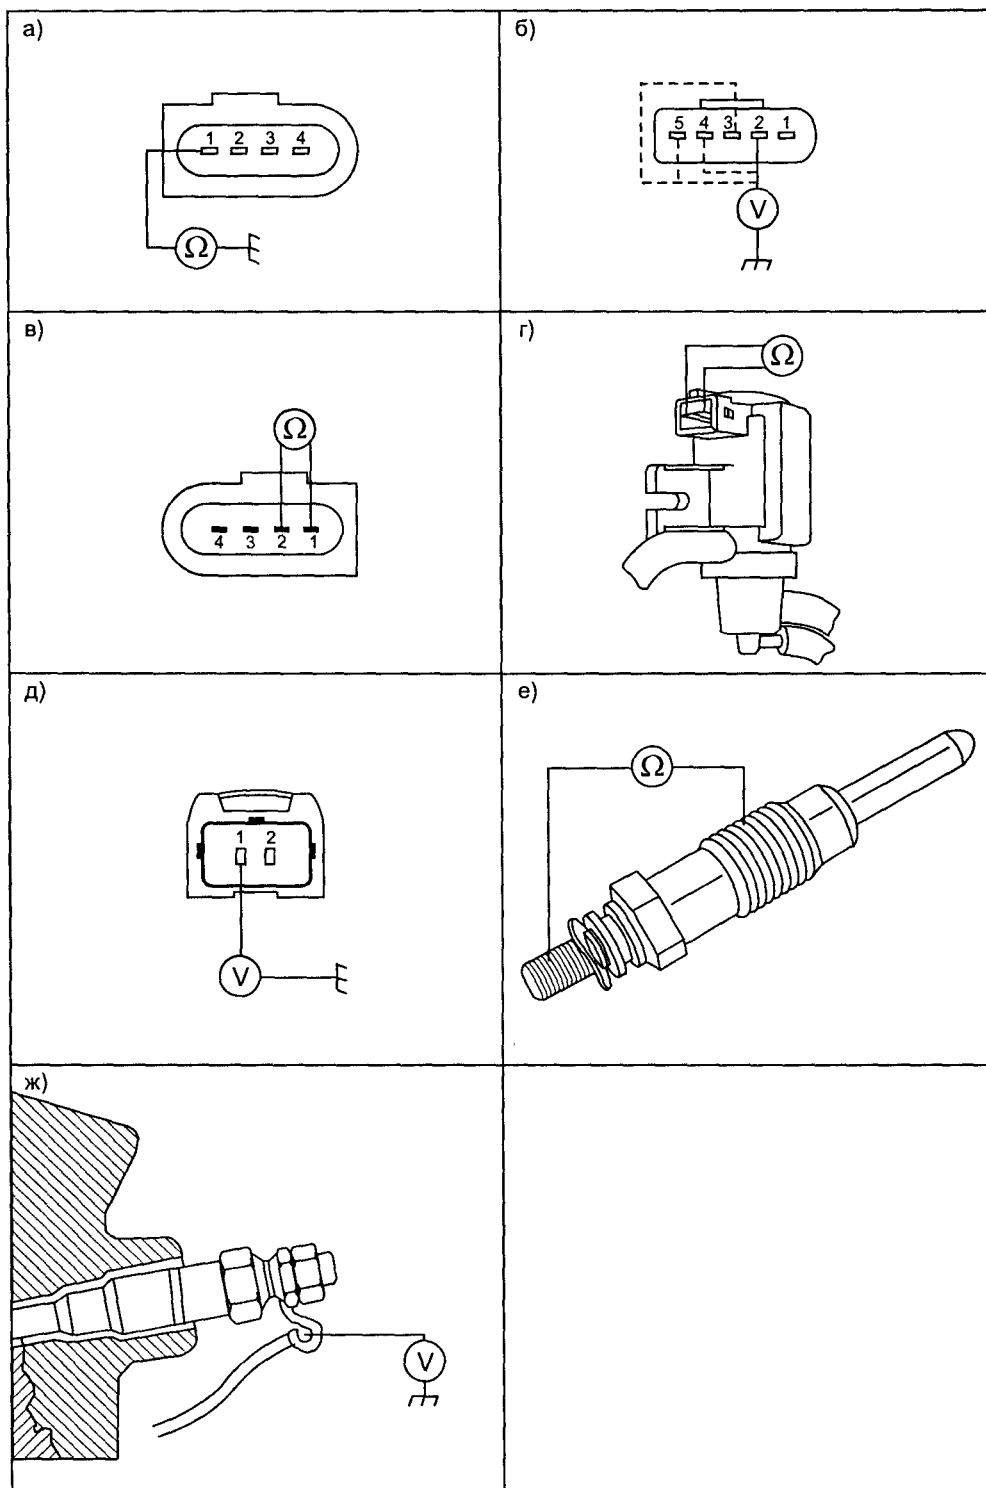

Рис. 1.2.8. Впускная система
- проверяют наличие «земли» на контакте 1 разъема (см. рис. 1.2.8а);
- отсоединяют разъем датчика MAF и при включенном зажигании проверяют наличие «земли» на контакте 3 и 12 В на контакте 2 разъема жгута (рис. 1.2.8б). Если питания нет, проверяют предохранитель F1, реле K46, замок зажигания и соответствующие соединения;
- подключают разъем датчика MAF на место и включают зажигание, на контакте 4 должно быть около 5 В, а на контакте 5 — около 0,28 В (рис. 1.2.8б);
Датчик IAT встроен в корпус датчика MAP. Для его проверки необходимо отсоединить разъем датчика IAT и, изменяя температуру воздуха (например, феном), проверить соответствие показаний датчика данным табл. 1.2.4 (см. рис. 1.2.8в).
Во впускном тракте турбины имеется перепускной клапан, позволяющий часть ОГ возвращать обратно. Это необходимо для регулировки давления наддува. ЭСУД управляет этим процессом через клапан ТС. Для его проверки отсоединяют разъем клапана ТС, включают зажигание и проверяют наличие 12 В на контакте 1 разъема жгута. Если питания нет, проверяют предохранитель F1, реле K46, замок зажигания и соответствующие соединения (см. рис. 1.2.8д). Если 12 В есть, измеряют сопротивление обмотки клапана, его величина составляет 14...20 Ом (см. рис. 1.2.8г).
Эта система состоит из блока управления, интегрированного в ЕСМ ЭСУД и свечей накаливания. В зависимости от температуры свечи накаливания включаются на время до 20 секунд. Для проверки системы необходимо выкрутить свечи накаливания из ГБЦ и проверить их внутреннее сопротивление (см. рис. 1.2.8е) — около 0,4 Ом. Если свечи в порядке, возвращают их на место, отсоединяют контакт датчика ЕСТ (для имитации низкой температуры) и, включив зажигание проверить вольтметром время предпускового подогрева, на шине свечей около 20 секунд должно быть напряжение 9...12 В (см.
рис. 1.2.8ж). Если питания нет, проверяют предохранитель F1, F6, реле K22, K46, замок зажигания и соответствующие соединения, при необходимости возвращаются к проверке ЕСМ.